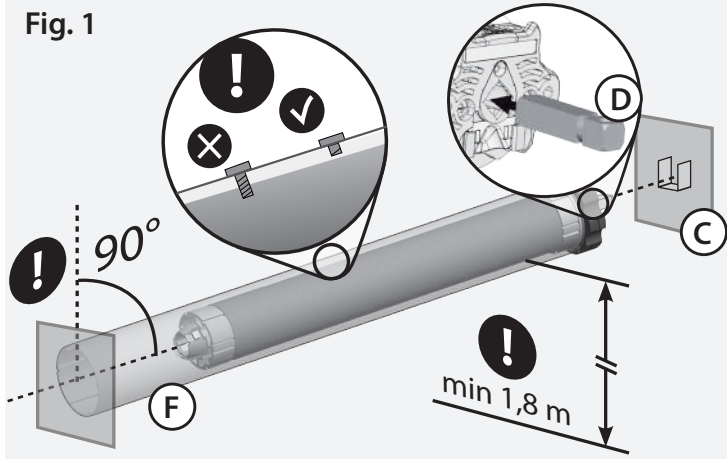

Fig. 1.1
- Fix the adaptors to the motor distinguishing the limits ring (Fig. 1.1 A) from the drive pulley (Fig. 1.2 B).
- The fixing bracket (C) must be fixed inside the box or on the awning frame so that the roller tube (F) is perfectly horizontal and at a height not less than 1,8m.
- Insert the motor (E) into the tube (F) until its end stops against the limits ring.
- **[FOR XQ50]** Place the motor square pin (D) on the bracket (C) and the cap at the opposite end of the tube on the fixing plate.
- Insérez les adaptateurs sur le motoréducteur en distinguant la bague de la fin de course (Fig. 1.1 A) de la couronne d'entraînement (Fig. 1.2 B).
- Le support du motoréducteur (C) doit être fixé à l'intérieur du caisson ou sur l'armature du store de manière que le tube (F) soit en position parfaitement horizontale et à une hauteur non inférieure à 1,8m.